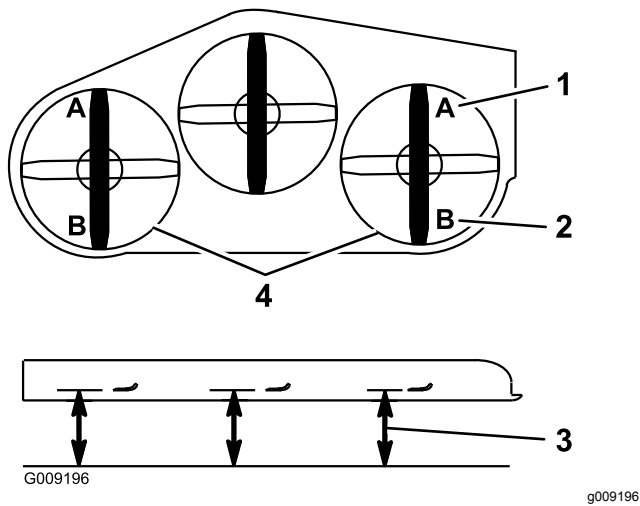

Figure 94
**Remarque:** La distance obtenue doit être de 7,6 cm (3 po), comme montré à la Figure 94.
15. De chaque côté du tablier de coupe, mesurez la distance entre la surface plane et la pointe arrière de la lame (position B), comme montré à la Figure 94.